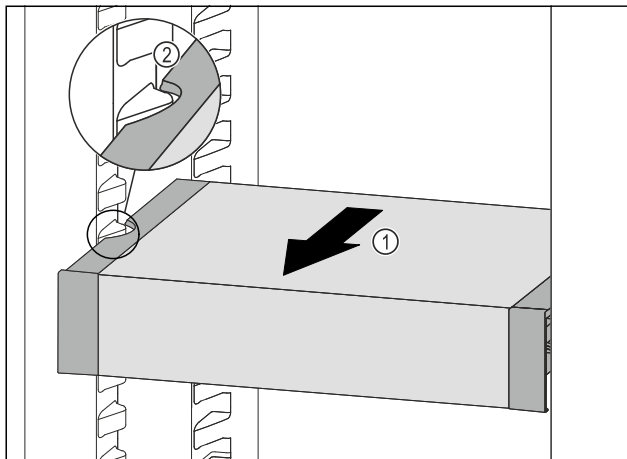

Fig. 87
- VarioSafe nach vorne ziehen Fig. 87 (1), bis sich die seitlichen Aussparungen des VarioSafes auf Höhe der Behälterrippe im Kühlteil befinden. Fig. 87 (2)